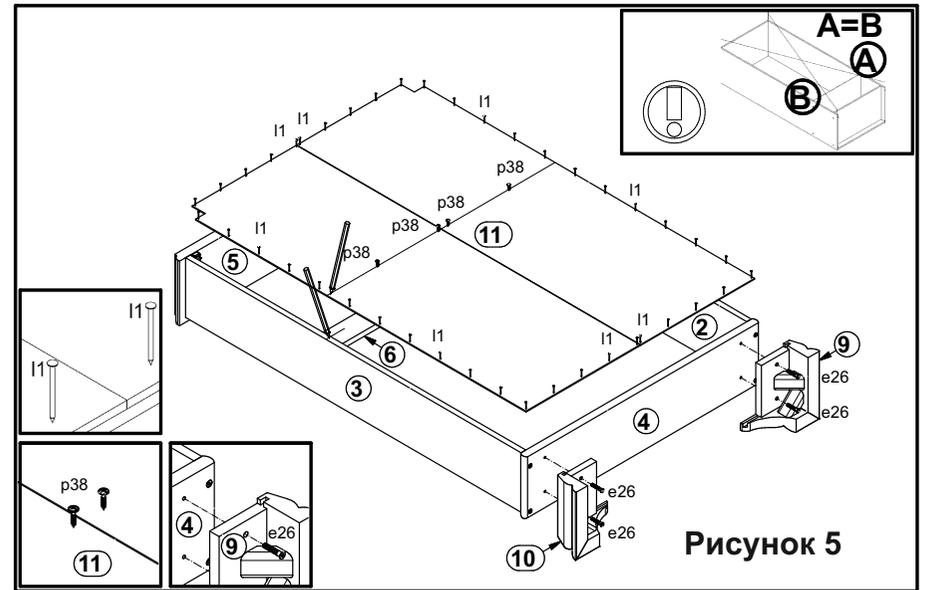

Рисунок 5
9. Прикрутить ноги **9, 10** к щиту нижнему **4** конформатами **e26** при помощи ключа **z1** (см. рис. 5).
10. Положить корпус тумбы фасадными кромками вниз на ровную поверхность и выровнять его, измеряя рулеткой расстояние между противоположными углами по диагонали. Расстояния должны быть равными (см. рис. 5).
11. Закрепить стенку заднюю клеенную **11** на корпусе тумбы при помощи гвоздей **l1** с шагом **80-120 мм** и шурупов **p38** (см. рис. 5).